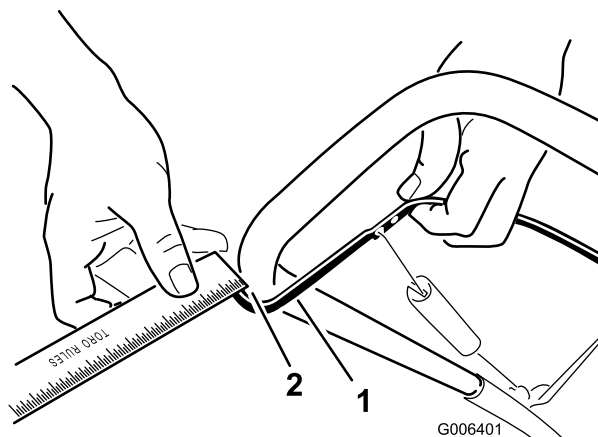

Рисунок 21
Переместите планку управления назад к рукоятке для устранения провисания тросика управления (Рисунок 21).
Примечание: Обеспечьте зазор от 2 мм до 3 мм между планкой управления и рукояткой (Рисунок 21).
2. Передвиньте Z-образный фитинг к верхнему или нижнему отверстию в регулировочном звене для того, чтобы обеспечить зазор между планкой управления и рукояткой, находящийся в пределах от 2 мм до 3 мм (Рисунок 21).